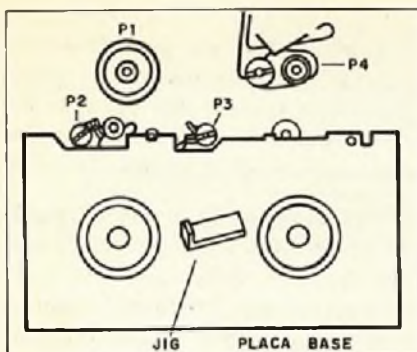

Figura 4
2. Coloque a placa base no gabarito sobre o chassi principal, conforme a figura 4.